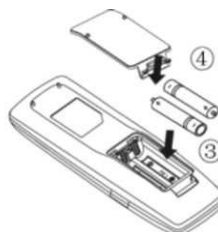

Fig. 2
- (3) Inserire due batterie ministilo (AAA 1,5 V), verificando che la posizione dei poli "+" e "-" sia corretta (come illustrato in Fig. 2 ③).
- (4) Reinserire il coperchio (come illustrato in Fig. 2 ④).